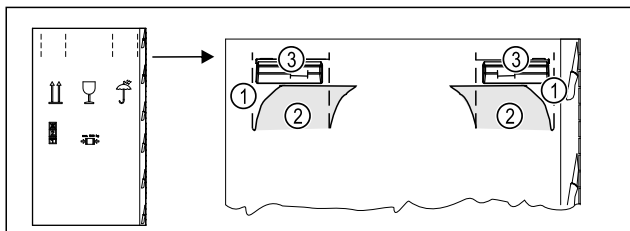

Fig. 6
- ▶ Embalažno škatlo pritisnite zgoraj na perforaciji Fig. 6 (1).
- ▶ Izvlecite not potisnjene zanke Fig. 6 (2).
- ▶ Nosilni ročaj Fig. 6 (3) desno in levo je viden.
- ▶ Napravo držite za nosilne ročaje Fig. 6 (3).